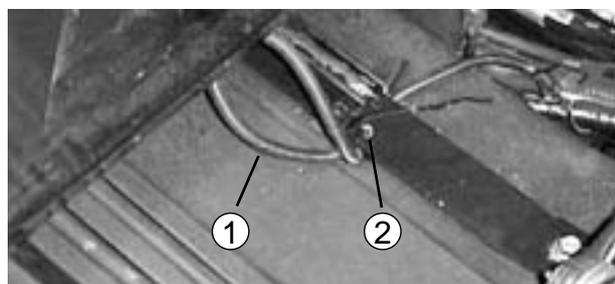

図 6
- デラックスシートでは、もう一つのシートスイッチコネクタ（使用しない）を、ストラップの下を通して運転席の下まで戻し、2本のコードをキットに付属しているタイで束ねてストラップの一番後ろの穴に縛りつけておく（図6）。